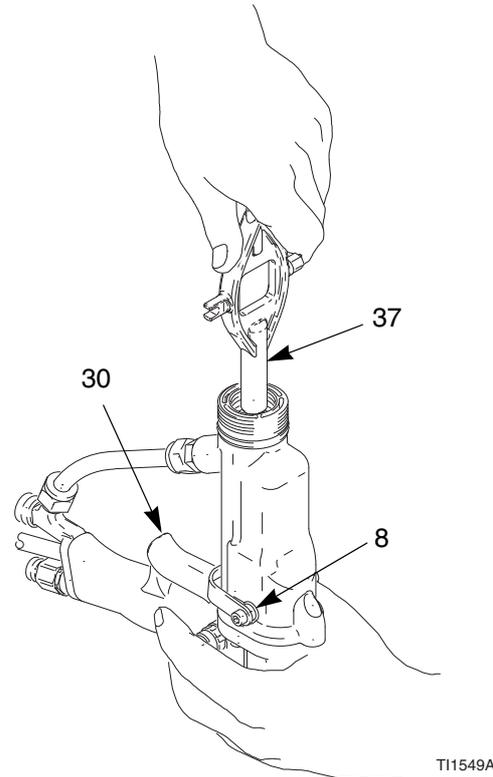

Fig. 14. Remova o empanque de fluido
4. Desaperte os parafusos do gatilho (8) e o gatilho (30). Consulte FIG. 14.
5. Remova o empanque do eixo (26) com a multi-ferramenta (37).